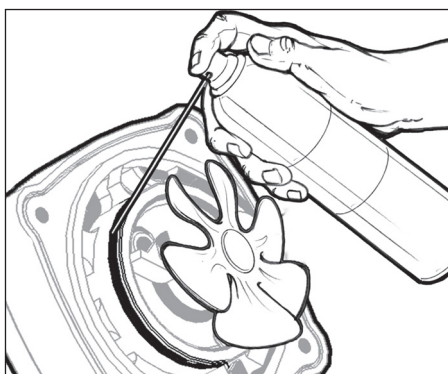

Figure 7
3. Vaporiser du nettoyant dégraissant sur la tête de cylindre. Recueillir la saleté ou les débris sur un torchon ou un chiffon (voir la figure 7).